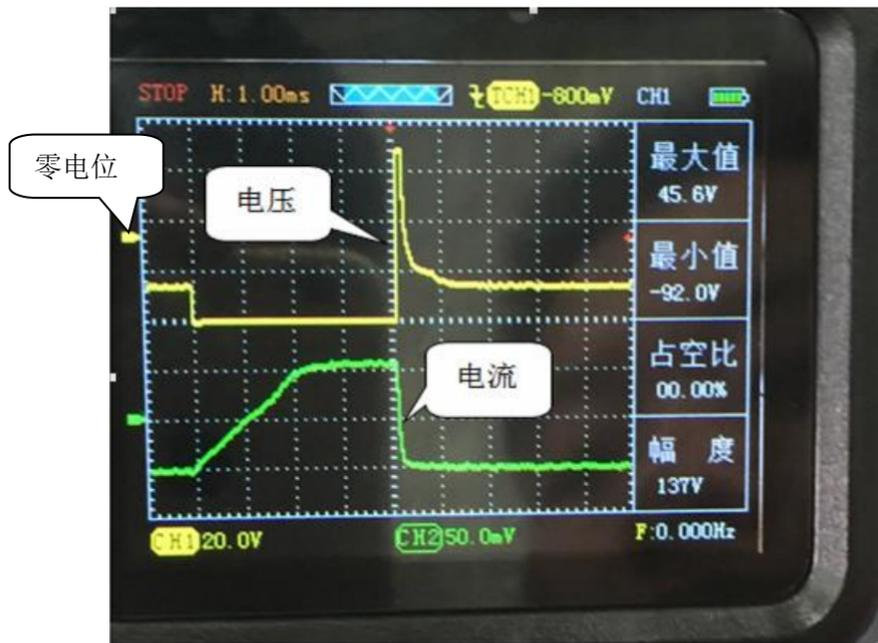

图 13 汽油喷油嘴（电压、电流）
④按下“CH1”，可以查看各项数值和配置（配置已默认）
⑤显示的波形可以自行通过调节时基、垂直伏/格和触发方式实现自己的需求（时基、垂直伏/格和其他的具体操作方法请参考通用示波器操作）
①同电磁阀步骤 1
②进入主菜单界面后选择“执行器”，然后进入子菜单按上下键选中“汽油喷油嘴（电流、电压）”，按“OK”键确认后进入操作界面前会出现提示“CH1:使用探头，CH2:使用电流钳”等待几秒即可进入示波器界面
③将探头接到示波器 CH1 且探头调置 10X 档，然后接地夹接到信号地或搭铁，电流钳接到示波器 CH2
④由于示波器“汽油喷油嘴（电压、电流）”已默认好设置（CH1:探头档 10X，时基档 1ms，CH2:探头档 1X，时基档 1ms），只需将俩端分别连接对应的信号即可直观的显示波形，如图 13
⑤按下“CH1”和“CH2”，可以查看各项数值和配置（配置已默认）
⑥显示的波形可以自行通过调节时基、垂直伏/格和触发方式实现自己的需求（时基、垂直伏/格和其他的具体操作方法请参考通用示波器操作）